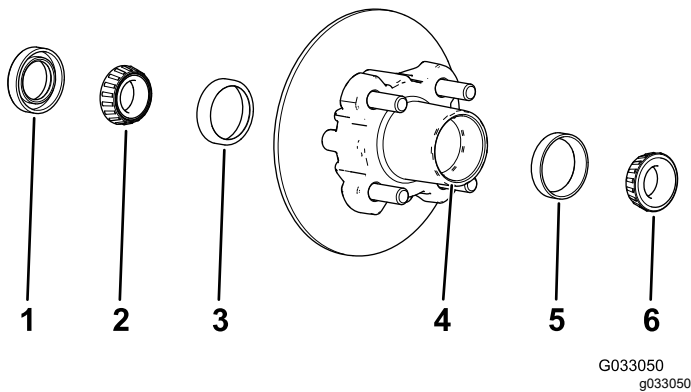

Bild 30
1. Nehmen Sie das Außenlager und den Lagerring von der Radnabe ab (Bild 30).
2. Nehmen Sie die Dichtung und das Innenlager von der Radnabe ab (Bild 30).
5. Entfernen Sie Fett, Schmutz und Rückstände aus dem Hohlraum der Radnabe (Bild 30).
7. Füllen Sie den Hohlraum der Nabe zu 50 % bis 80 % mit der angegebenen Fettsorte (Bild 30).
8. Montieren Sie das Innenlager auf dem Lagerring an der Innenseite der Nabe und setzen Sie die Dichtung ein (Bild 30).